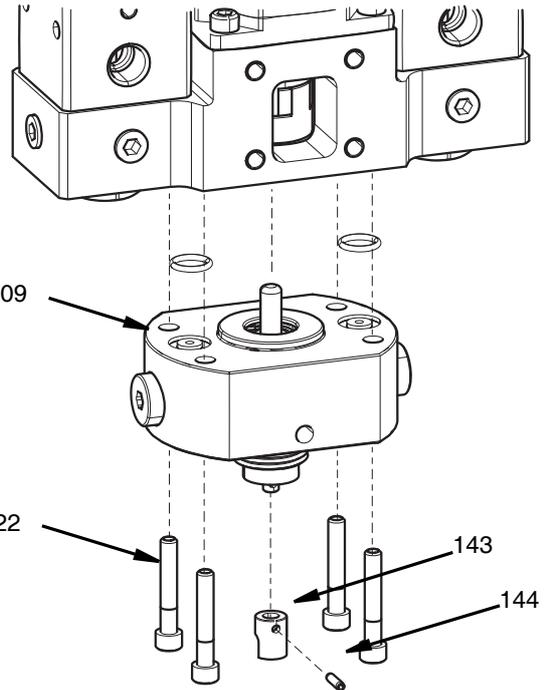
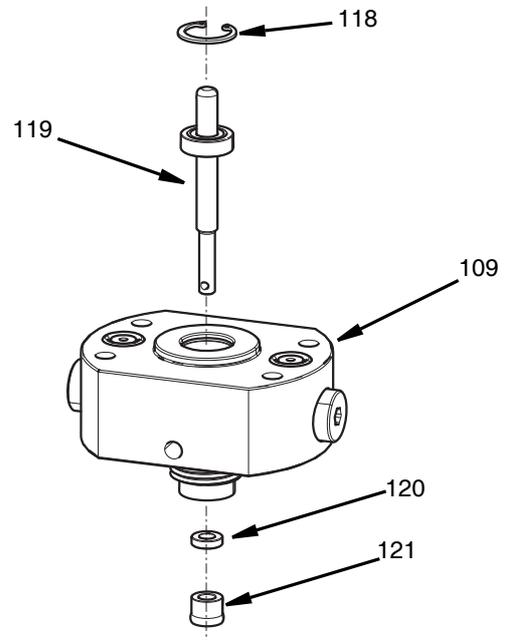

ABB. 32
ABB. 33
4. Die vier M5-Schrauben (122) mit einem 4-mm-Inbusschlüssel herausschrauben.
5. Düse des Rückschlagventils (109) und O-Ringe (108) entfernen.
6. Den Stift (144) aus dem Mischeradapter (143) aus dem Ende der Lagerwellenbaugruppe (119) herausdrücken.
7. Mischeradapter (143) entfernen. Siehe ABB. 32.
8. Haltering (118), der die Lagerwellenbaugruppe hält, entfernen.
9. Lagerwellenbaugruppe (119) aus der Rückschlagventildüse (109) herausziehen.
10. Drehdichtring (121) und Sicherungsring (120) mit einem 6 mm (1/4 Zoll) Stift aus der Rückschlagventildüse schieben Siehe ABB. 33.
1. Die Lagerwellenbaugruppe (119) in den Düsenabschnitt (109) einbauen.
3. Stützringdichtung (120) zentriert auf die Lagerwellenbaugruppe und in die Rückschlagventildüse einsetzen.
7. Die beiden O-Ringe (108) auf der Oberseite der Rückschlagventildüse ersetzen.
9. Klemmschraube an der Drehkupplung (127) anziehen, damit sie mit einem 2,5-mm-Inbusschlüssel auf der Lagerwellenbaugruppe gesichert werden kann.
10. Den Kupplungsdeckel mit den vier Schrauben M6 - 1,0 x 10 gegenüber der bauseitigen Montagevorrichtung montieren. Mit 13 N•m (50 in-lbs) festziehen. Montage, siehe ABB. 32 und ABB. 33.
- Für den Zugang zu, die Demontage und die Reparatur der Lagerwelle die Schritte 1 bis 8 im Abschnitt **Reparatur der Drehdichtung** ab Seite 40 durchführen. ABB. 15 Seite 17, ABB. 32 und ABB. 33 Seite 40.
- Für die Montage der Lagerwelle nach der Reparatur die Schritte 1 bis 8 im Abschnitt **Reparatur der Drehdichtung** ab Seite 40 durchführen. Siehe ABB. 15 Seite 17, ABB. 32 und ABB. 33 Seite 40.
2. Stift (144) aus dem Mischeradapter (143) herausdrücken.
3. Mischeradapter (143) entfernen. Siehe ABB. 32, Seite 40.
1. Mischeradapter (143) unter Verwendung neuer Teile auf der Mischerwelle (119) installieren.
3. Stift (144) in die Bohrung drücken.
4. Darauf achten, dass der Stift ganz nach unten gedrückt ist und an keiner Seite des Mischeradapters herausragt. Siehe ABB. 32. Seite 40.